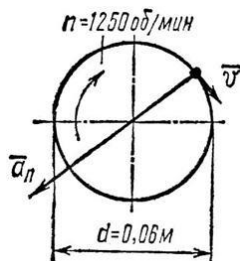

Рисунок 16
1. Вал, диаметр которого 0,06 м, вращается равномерно с частотой 1200 об/мин. Определить скорость и ускорение точек вала на его поверхности (рис. 16).